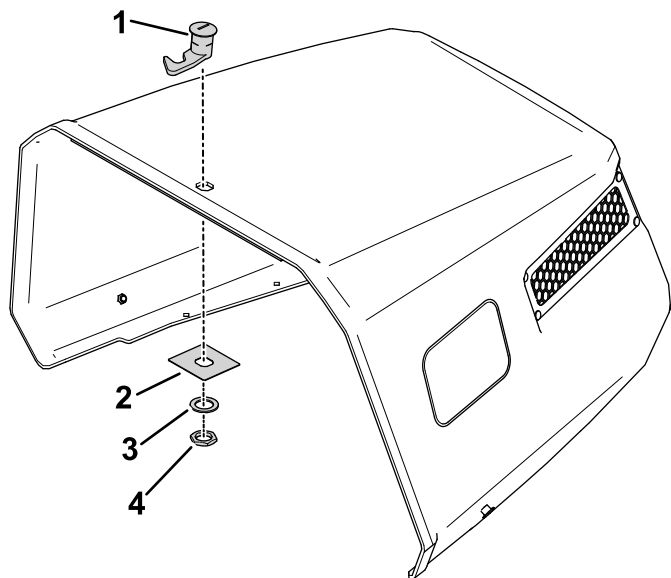

Figur 51
2. Använd spärrfästet som mall och markera och borra två hål (borrstål på $\frac{3}{16}$ tum) i ett centrerat område på batterikåpan (Figur 51).